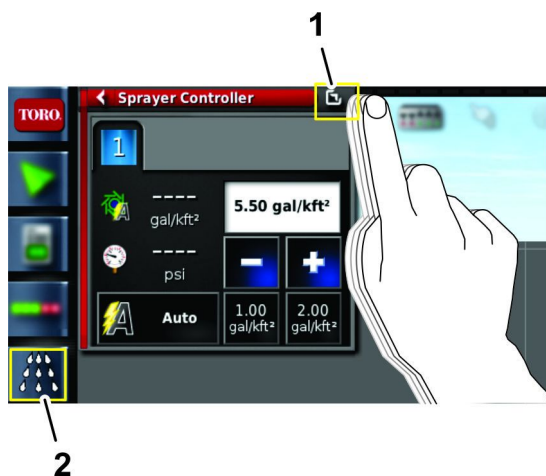

Рисунок 45
5. Нажмите на значок контроллера опрыскивателя и затем проведите пальцем по значку полноэкранного режима отображения в верхнем правом углу окна контроллера опрыскивателя (Рисунок 45).